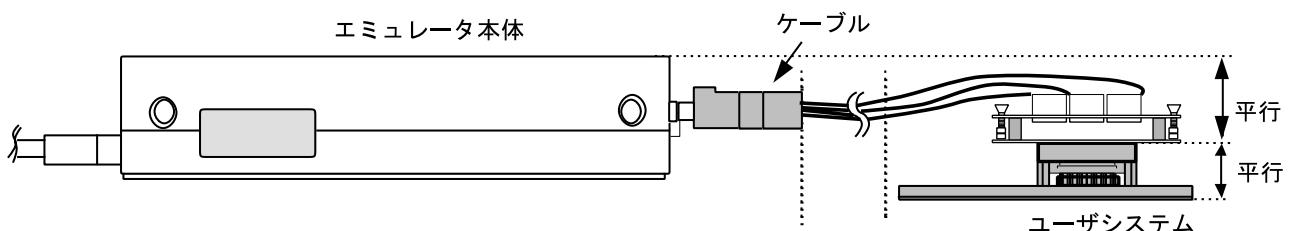

図 10 設置例
- (1) ユーザシステムへの接続時には 1 ピン位置に十分注意して、誤接続は絶対にしないでください。
- (2) 本ユーザシステムインターフェースケーブルを使用する場合の推奨マウントパット寸法は、MCU 実装用マウントパット寸法とは異なりますので注意してください。
- (3) 本ユーザシステムインターフェースケーブルは、HS3052EPI61H エミュレータ専用ですので、他のエミュレータ本体には使用しないでください。
- (4) ケーブル本体部が断線する可能性がありますので、本ユーザシステムインターフェースケーブルの上に重いものや金属等の角の尖ったものを置かないでください。
- (5) ユーザシステムに接続した状態では、ユーザシステムインターフェースケーブル、特にケーブル先端部に無理な力が加わらないように注意する必要があります。図 10 の設置例を参照してご使用ください。